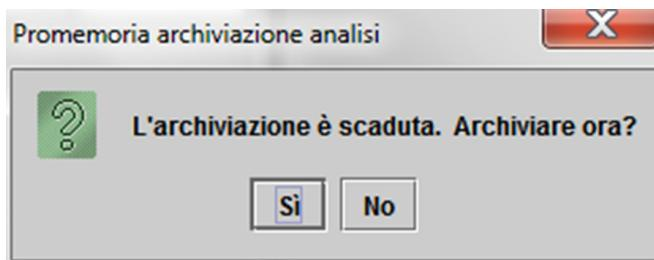
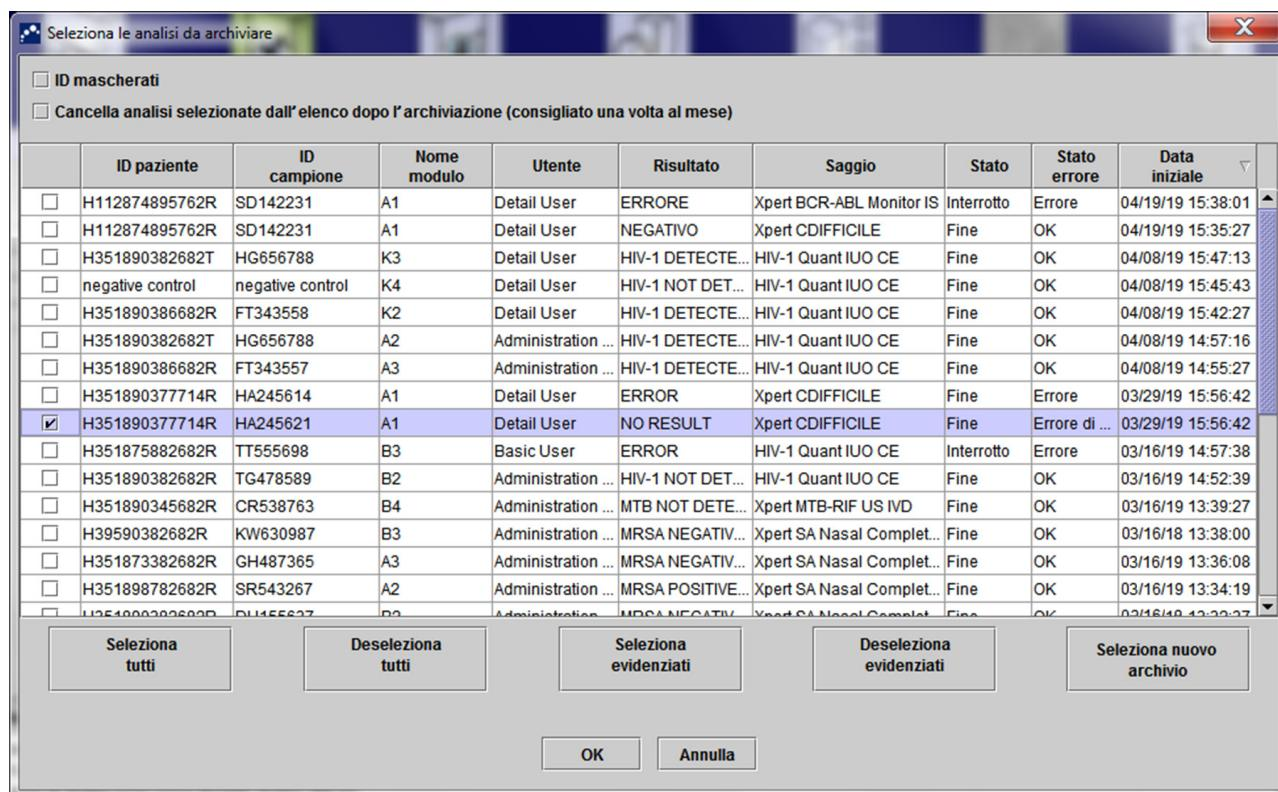

Figura 2-97. Finestra di dialogo Promemoria archiviazione analisi
Figura 2-98. Schermata Selezione le analisi da archiviare
Se l'archiviazione non è scaduta o se l'impostazione di archiviazione nella Figura 2-79 **non** è selezionata, il messaggio nella Figura 2-97 non viene visualizzato ed è possibile passare direttamente alla Sezione 2.17.1.2.
Se l'archiviazione è scaduta, viene visualizzata la finestra di dialogo Promemoria archiviazione analisi (vedere la Figura 2-97).
- Se non si desidera eseguire l'archiviazione, fare clic su **No** nella finestra di dialogo Promemoria archiviazione analisi (vedere la Figura 2-97). Proseguire con la sequenza di spegnimento senza eseguire l'archiviazione, descritta nella Sezione 2.17.1.2.
- Se si desidera eseguire l'archiviazione, fare clic su **Si** nella finestra di dialogo Promemoria archiviazione analisi (vedere la Figura 2-97) per proseguire con la sequenza di spegnimento ed eseguire l'archiviazione. Verrà visualizzata la finestra di dialogo Seleziona le analisi da archiviare. Vedere la Figura 2-98.